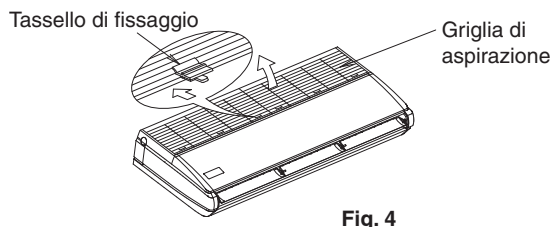

Fig. 4
- Spostare i tasselli di fissaggio della griglia di aspirazione (tipo 32: 2 punti per ciascuno, tipo 63, 100: 3 punti per ciascuno) all'indietro (come illustrato da una freccia) per aprire completamente la griglia di aspirazione. (Fare riferimento alla Fig. 4)